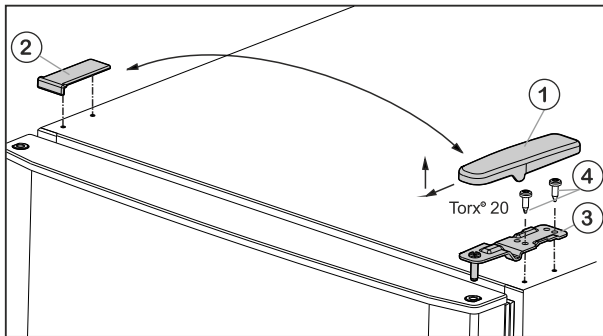

Fig. 6
- ▶ Изтеглете капака Fig. 6 (1) напред и нагоре.
- ▶ Свалете капака Fig. 6 (2).
- ▶ Развийте горната лагерна стойка Fig. 6 (3) ((2 x Torx® 20) Fig. 6 (4) и издърпайте нагоре.
- ▶ Поставете горната лагерна опора Fig. 6 (3) върху новата страна на пантите във вратата.
- ▶ Затегнете горната лагерна опора **здраво (с 4 Nm)** (2 x Torx® 20) Fig. 6 (4). Евентуално използвайте акумулаторна отвертка.
- ▶ Поставете капака Fig. 6 (1) от срещуположната страна отвън и го фиксирайте.
- ▶ Поставете капака Fig. 6 (2) също от срещуположната страна отгоре и го фиксирайте.